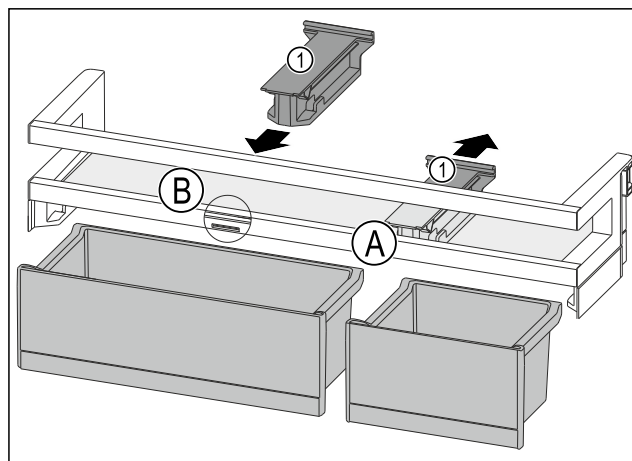

Fig. 116
- Držák Fig. 116 (1) v poloze Fig. 116 (A) stáhněte dozadu.
- Držák Fig. 116 (1) vložte v poloze Fig. 116 (B).